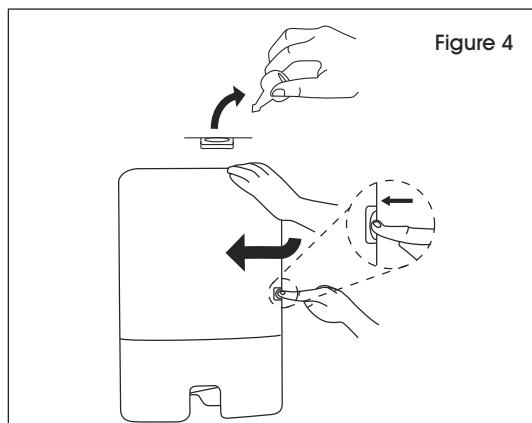

Figure 4
3. Retirez la clé et poussez le loquet pour ouvrir le distributeur. (Voir Figure 4)